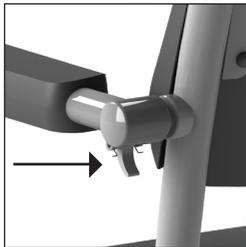

Figura 10 Apoyabrazos
- Los reposabrazos pueden desbloquearse presionando el pestillo de seguridad en el punto de articulación del armazón (ver la figura 10). Los reposabrazos pueden entonces girarse hacia arriba para el cliente y plegarse.